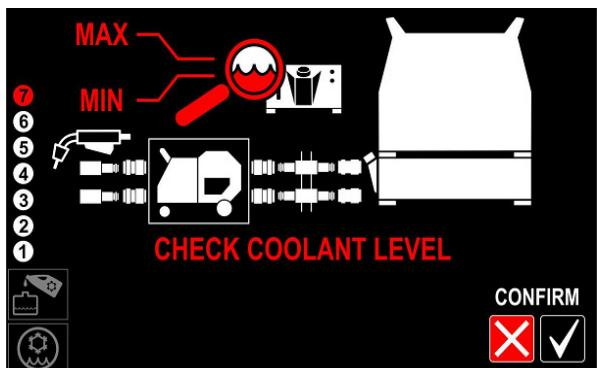

Рисунок 20
- Проверьте уровень охлаждающей жидкости и при необходимости долейте охлаждающую жидкость до уровня, находящегося между минимальным и максимальным значением, указанным на передней табличке COOL ARC® 60 (Рис. 20 или 28).